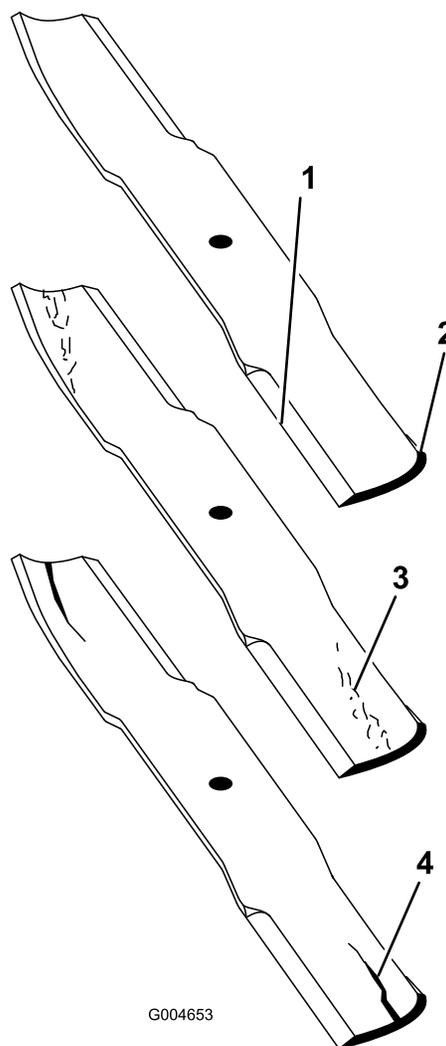

Рисунок 89
2. Осторожно проверьте режущие кромки ножей, особенно в точке соединения плоской и изогнутой частей ножа (Рисунок 89).
Примечание: Так как песок и абразивные материалы могут вызвать износ металла, соединяющего плоскую и изогнутую части ножа, проверьте нож перед использованием газонокосилки. В случае обнаружения износа (Рисунок 89) замените нож.